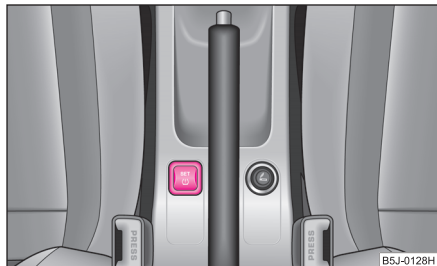

Abb. 137 Taste zum Einstellen des Reifendruck-Kontrollwertes
- Drücken Sie die Taste **SET** (L) ⇒ Abb. 137 länger als 2 Sekunden. Während des Drückens der Taste leuchtet die Kontrollleuchte (L). Gleichzeitig werden die Grundwerte gespeichert, was mit einem akustischen Signal und anschließendem Erlischen der Kontrollleuchte (L) bestätigt wird.
- Wenn die Kontrollleuchte (L) nach der Grundeinstellung nicht erlischt, liegt ein Fehler im System vor. Suchen Sie den nächsten Fachbetrieb auf.